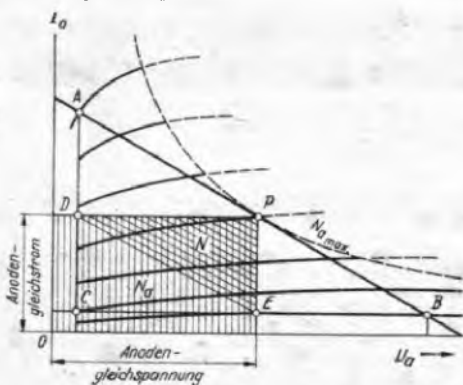

Bild 40 Gleich- und Wechselstromleistung einer Röhre im Kennlinienfeld
3. Aus Anodenspannung und Anodenstrom ergibt sich die von der Röhre verbrauchte Leistung $N_a = U_a \cdot I_a$. Sie darf einen bestimmten Wert $N_{a, max}$ nicht überschreiten, sonst wird die Röhre überlastet. Werte mit gleichem $N_{a, max}$ werden nach Bild 40 durch eine Kurve, die Leistungsparell, dargestellt. Alle Arbeitspunkte, die auf dieser Kurve liegen, sind zulässig. Röhren vertragen also
4. Die Röhre erzeugt eine Wechselstrom- oder Sprechleistung N . Sie ergibt sich bildlich als Dreieck DEP in Bild 40. Die günstigste Sprechleistung bei geringsten Verzerrungen ergibt sich bei einer bestimmten Steigung der Arbeitkennlinie R_a , d. h. bei einem bestimmten Verhältnis des Außenwiderstandes R_a zum Innenwiderstand R_i . Das Verhältnis ist bei Trioden und Pentoden verschieden. Gleichstromleistung N_a , Wechselstromleistung N und günstigster Außenwiderstand R_a für Endröhren sind in den üblichen Röhrentabellen anzuführen.